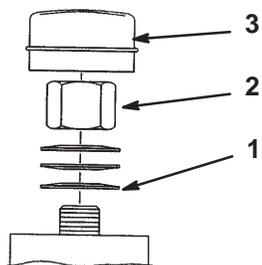

Figure 53
2. Retirez le capuchon anti-poussière de la roue et serrez le contre-écrou (Fig. 53).
3. Continuez de le serrer jusqu'à ce que les rondelles élastiques soient aplaties, puis desserrez-le de 1/4 de tour pour obtenir la précharge correcte des roulements (Fig. 53).
Important Veillez à installer les rondelles comme illustré à la Figure 53.